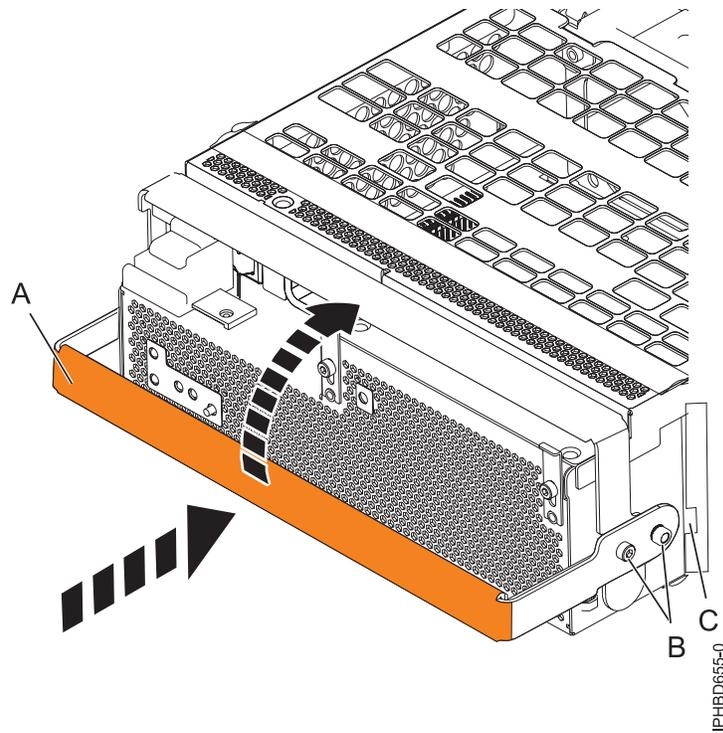

図 49. 電源機構の取り替え
11. 電源機構を取り替えるには、68 ページの図 49 に示すように、ロックング・ハンドル (A) を開位置にしたままで、電源機構を拡張装置内に押し込みます。
12. 電源機構が所定の位置にロックされるまで、ロックング・ハンドル (A) を閉じます。